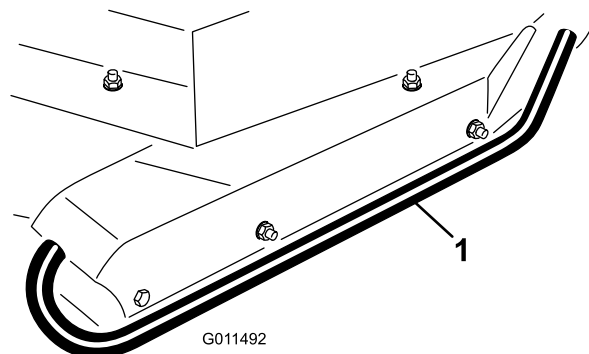

**Figure 23**
5. Tournez la tige de tension pour élever ou abaisser le bras de pivot jusqu'à ce que les trous de montage soient en face de ceux du support de hauteur de coupe sélectionnés dans le bâti du tablier de coupe (Figure 22 et Figure 23).